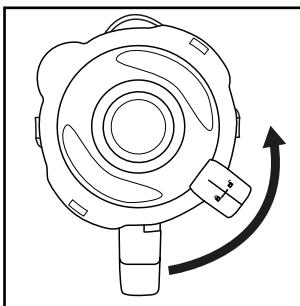

Fig. 1
- 1) Tournez le bol mixeur ③ dans le sens anti-horaire jusqu'à ce que la flèche ▼ située sous la poignée du bol mixeur ③ se trouve sur la position . Détachez le bol mixeur ③ tout droit vers le haut du bloc moteur ⑥.
- 2) Retirez le couvercle ② en le tournant dans le sens anti-horaire en direction de la position (voir fig. 1), jusqu'à pouvoir le retirer par le haut.
- 3) Remplissez le bol mixeur ③ au minimum jusqu'au trait inférieur de la graduation ⑧ et au maximum jusqu'au repère MAX. Pour d'excellents résultats, nous recommandons les quantités maximales suivantes :